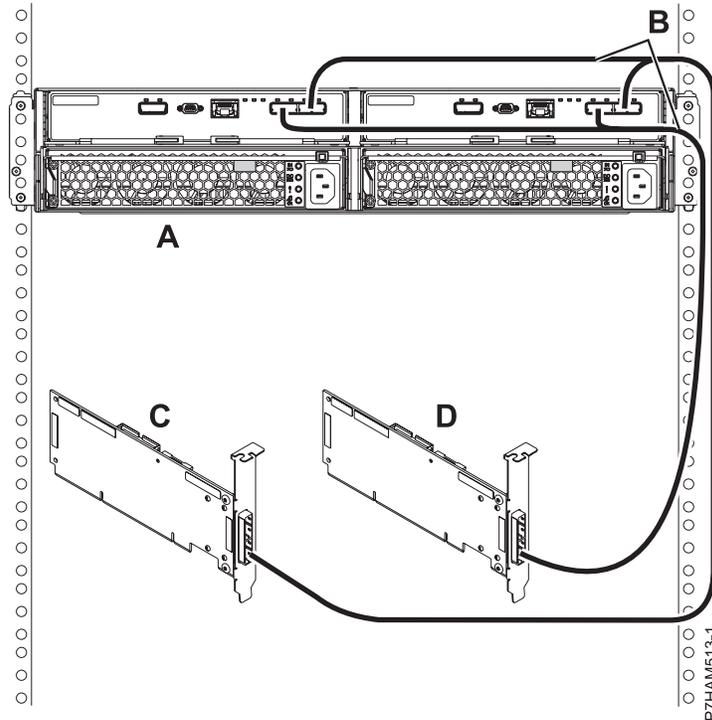

Figura 40. Conexión de la modalidad 2 de un alojamiento de unidad de disco 5887 utilizando cables YO a dos adaptadores SAS independientes
16. Realice la conexión de la modalidad 2 de un alojamiento de unidad de disco 5887 (A) utilizando los cables YO (B) a dos adaptadores SAS independientes. Consulte la Figura 40 en la página 42.